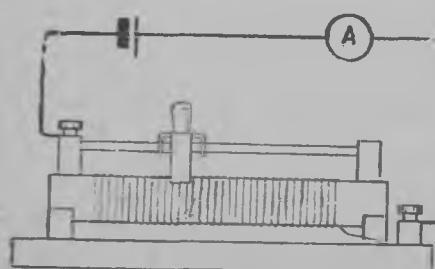

Рис. 59.
13. Электрическии токан цеппих (рис. 59) он ухтетту реостатта скользящий контактан ке. Озуттуа стрелкойл, куй маткуау токка реостатас.